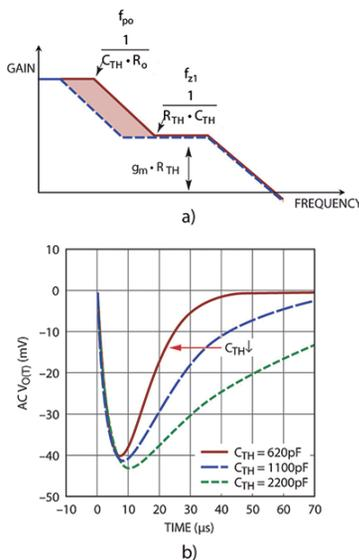

Figura 28. Efectos de CTH sobre la función de transferencia y los transitorios de la carga.
1) Efectos de C_{TH} sobre un transitorio por variación de carga. C_{TH} afecta la situación del polo de baja frecuencia f_{po} y el cero f_{z1} . Como muestra la Figura 28, una C_{TH} más pequeña puede aumentar la ganancia en frecuencias bajas y medias de la función de transferencia A(s).